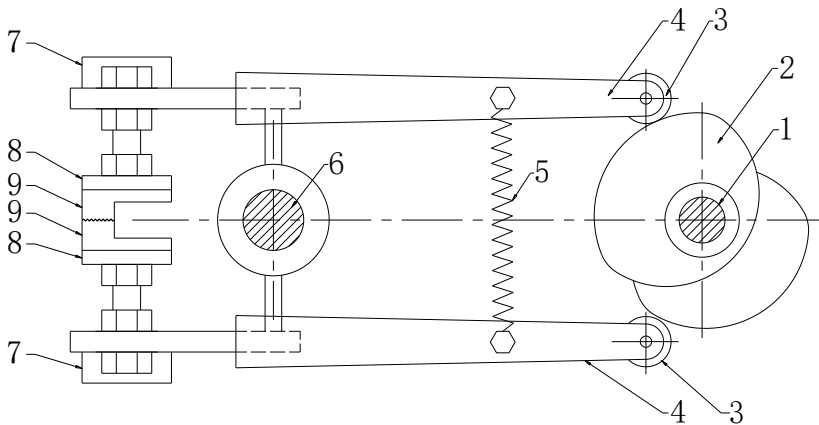

Рис. 11 - Принцип работы термозапайщика
Поверните ремень главного двигателя, чтобы установить кулачок с теплоизоляцией в положение, показанное на рис. 11. Отрегулируйте кулачок и датчик подачи в соответствии с рис. 12. Затем затяните винт (1), при необходимости увеличить скорость упаковки, сдвиньте на более раннее положение момент подачи во избежание заклинивания материала в горизонтальном уплотняющем канале, что негативно скажется на качестве упаковки.